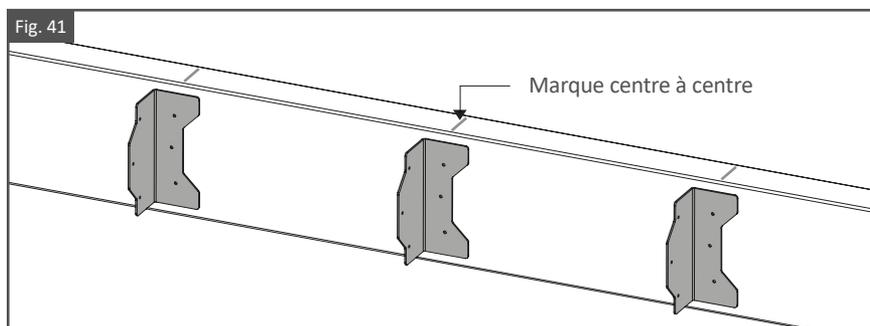

Fig. 42
4. Fixez la ferrure F-50 à la charpente avec les vis autoperceuses Evolution, comme illustré à la fig. 42.